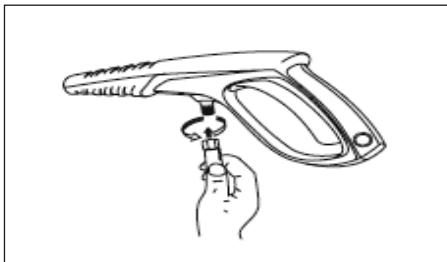

Figura 11 - Conecte la manguera de alta presión a la pistola (todos los modelos)
2. Conecte la manguera de alta presión a la pistola (ver la figura 11).
7. Conecte la manguera de alta presión a la pistola (ver la figura 11).
5. Conecte la manguera de alta presión a la pistola (ver la figura 11).